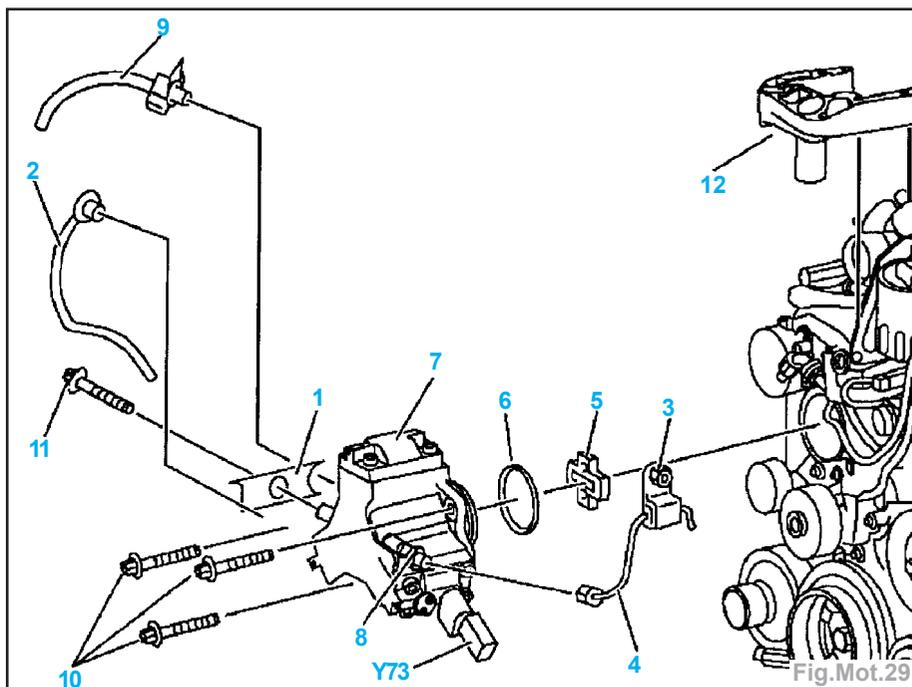

Fig.Mot.29
- Retirer la fiche de la valve de coupure (Y73) (Fig.Mot.29).
- Dévisser la conduite (4) sur la pompe d'injection (7).